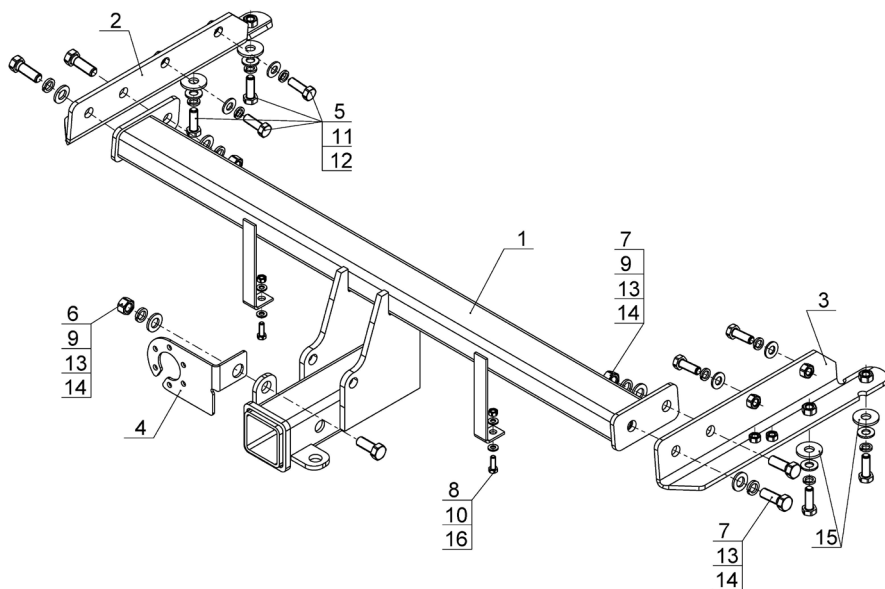

Рис.1.
- Установить ТСУ (рис.1) на автомобиль, зафиксировать его с помощью крепежных элементов (поз.7,9,13,14);